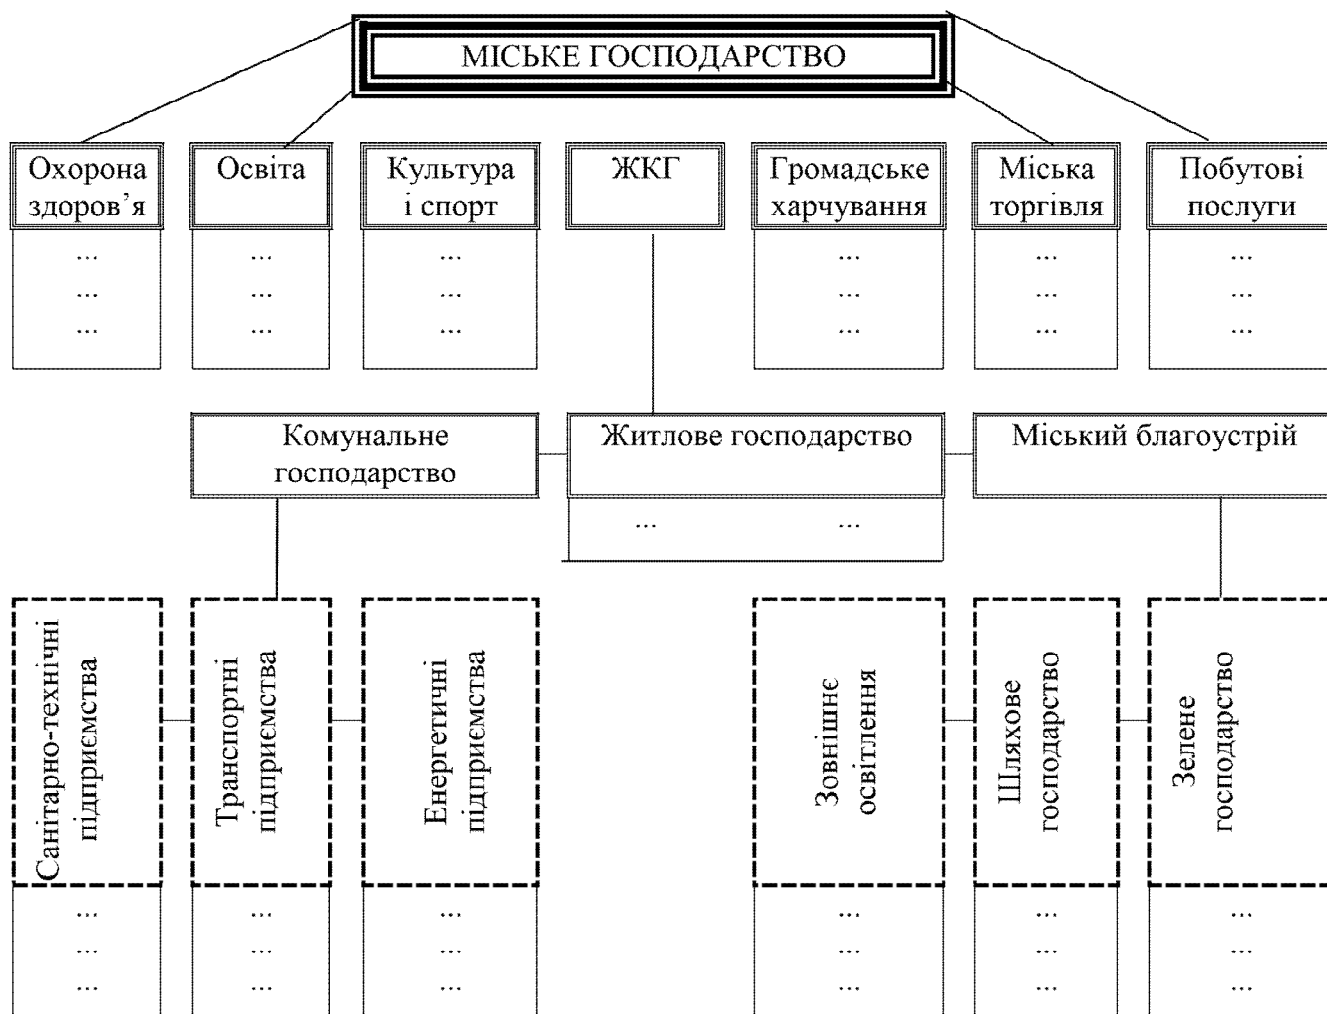

Рисунок 2.1 – Інформаційна схема міського господарства
1. Скласти інформаційну схему міського господарства (загальний вид представлено на рис. 2.1), встановивши підпорядкованість зазначених підприємств (табл. 2.1).